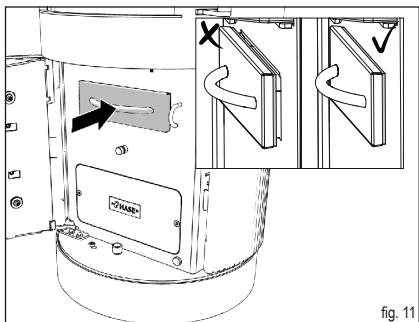

fig. 11
- ✓ Spingere il cassetto di raccolta della cenere di nuovo nell'apertura in modo tale che esso collida con la guarnizione (fig. 11).